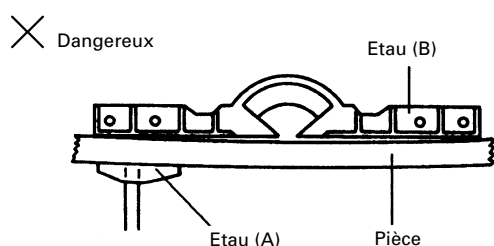
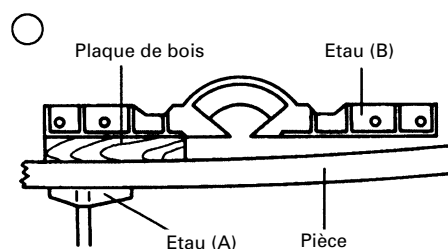

Fig. 22
Fig. 23
Pour couper une pièce irrégulière comme celle de la Fig. 22, placer une planche de bois entre l'étau (B) et la pièce, comme indiqué à la Fig. 23.